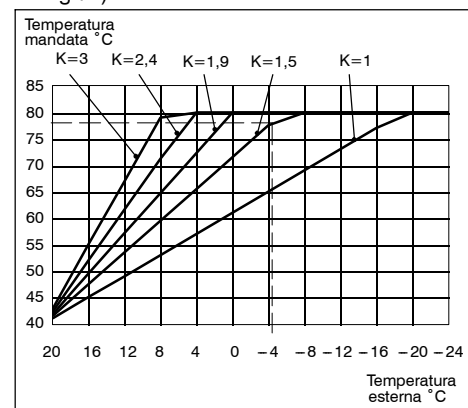
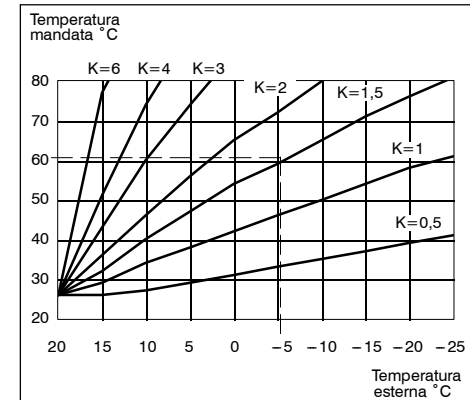
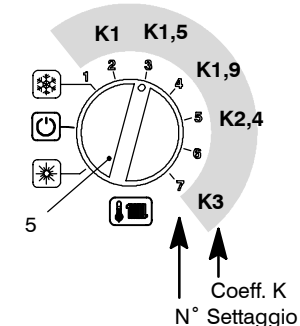

fig. 5.17
fig. 5.18
fig. 5.19
Quando si installa la sonda esterna bisogna impostare questo parametro in base al rendimento dell'impianto di riscaldamento per ottimizzare la temperatura di mandata (fig. 5.17 settaggio senza remoto collegato) (fig. 5.18 settaggio con remoto collegato).
Es. Per avere una temperatura di mandata all'impianto di riscaldamento di 78 °C con una esterna di -4 °C si deve settare un K di 1.5 (linea tratteggiata in fig. 5.17)
- 1 Ruotare la manopola regolazione temperatura riscaldamento 5 in fig. 5.19 e posizionarla nel valore di *K* desiderato (fig. 5.17) (fig. 5.19 es. manopola settata per K1,5)